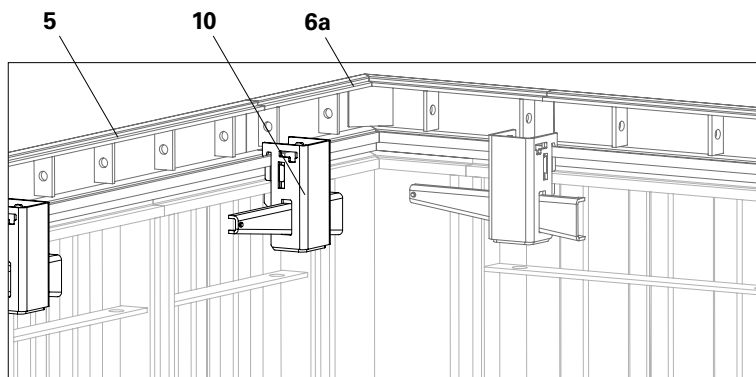

Fig. B2.09
6. Staccare nuovamente il giunto UNO Plus (10) e posizionarlo in centro sul giunto dei due profili di transizione (5) + (6a), quindi fissare il cuneo. (Fig. B2.09)